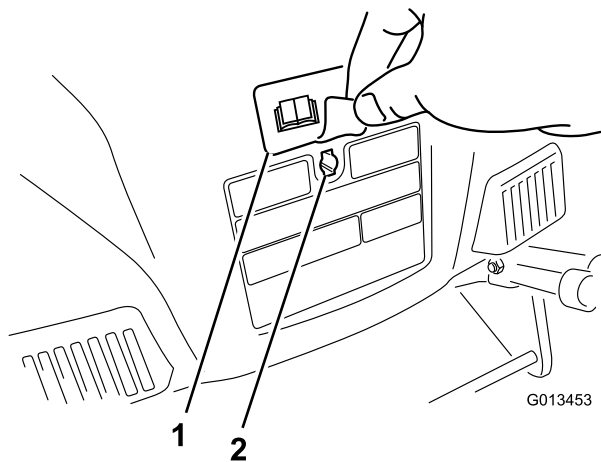

Рисунок 5
- Удалите наклейку, закрывающую профилированное отверстие в задней части корпуса (Рисунок 5).